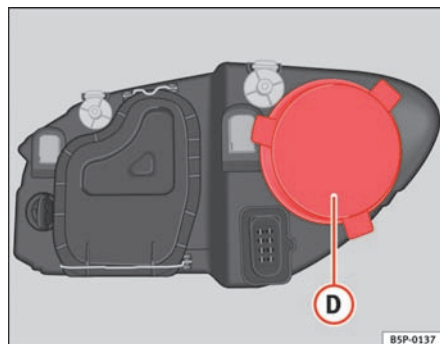

Fig. 161 Positionsllys
- Træk dækslet ⇒ fig. 161 **D** af.